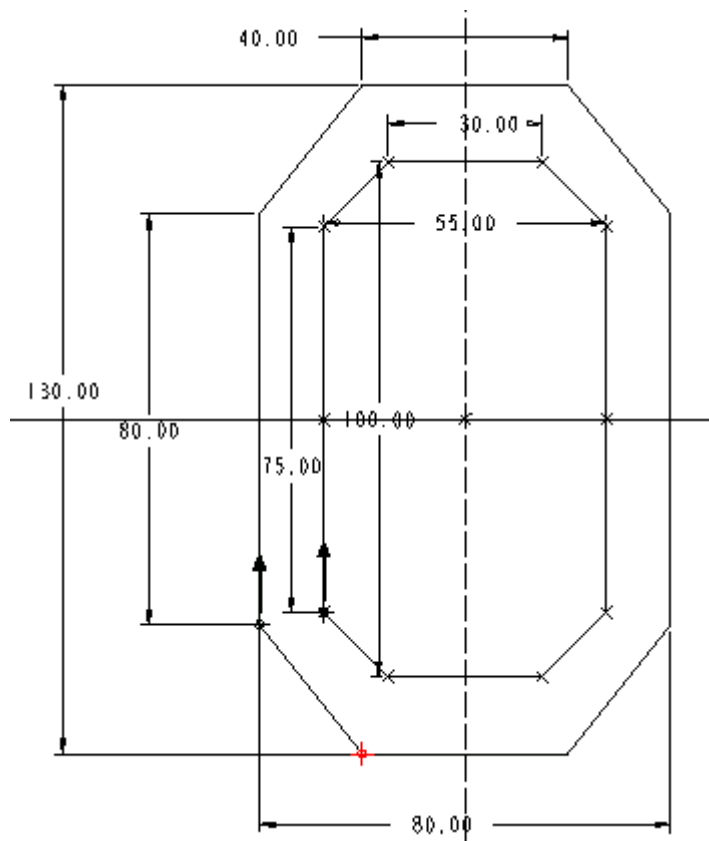

图 51-5
(5) 在绘图窗口单击右键，在弹出的快捷菜单中单击【切换剖面】选项，此时，第 1 个截面颜色变淡，绘制如图 51-5 所示的第 2 个截面。截面的起始点应与图中所示一致，否则，应选中该点，然后单击右键菜单中的【起始点】选项，确定该点为起始点。